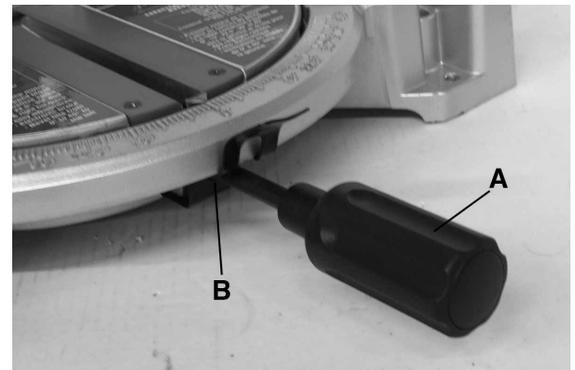

FIGURE 4
1. Assemblez la poignée de verrouillage de la table (A) Fig.4, au support avant (B).
2. Vissez la poignée de verrouillage dans l'ouverture du support avant (B).